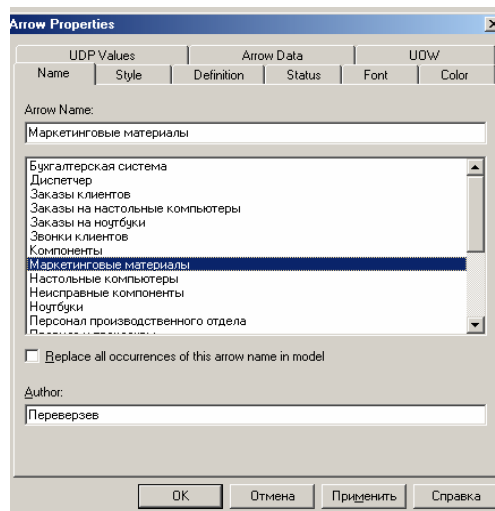

Рис. 5. Диалог **Arrow Properties**
- щелкнуть правой кнопкой мыши на линии стрелки , во всплывающем меню выбрать **Name** и добавить имя стрелки во вкладке **Name** диалога **Arrow Properties** (рис. 5).